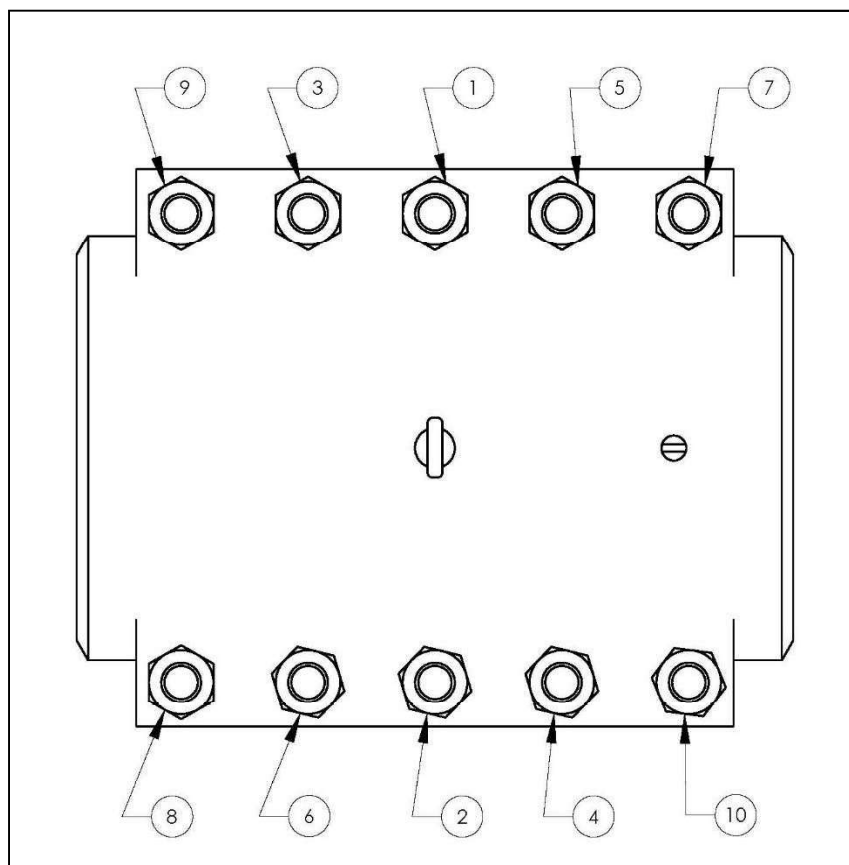

Figura 9
7. Serrare uniformemente i prigionieri secondo il valore corrispondente a ciascuna dimensione, come indicato nella **Tabella di coppia PLIDCO** a pagina 14 di queste istruzioni. I migliori risultati si ottengono mantenendo un interstizio uniforme attorno alle barre laterali durante il serraggio dei prigionieri. Assicurarsi che vi sia un completo coinvolgimento del filetto, con un minimo di 1/4 di pollice (6,4 mm) di prigioniero sporgente oltre il dado. La sequenza di serraggio dei prigionieri deve seguire lo schema mostrato nella Figura 9 e deve essere eseguita ripetutamente come segue: